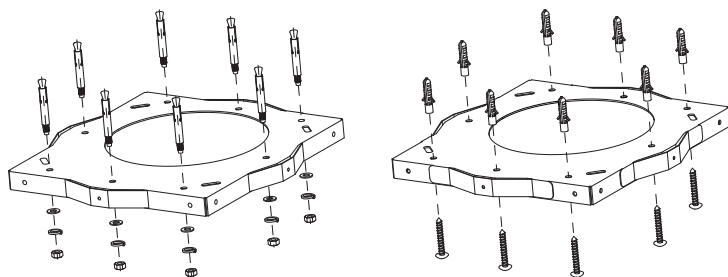

Fig. 16
- Marcar no teto a posição dos 8 parafusos [tipo chumbador ou auto atarraxante] [Fig.16].
- Fixar novamente o suporte de fixação [4 parafusos com bucha plástica (furos oblongos)] e mais os 8 parafusos [tipo chumbador, arruelas lisas, de pressão e porcas ou auto - atarraxante] [Fig.16].